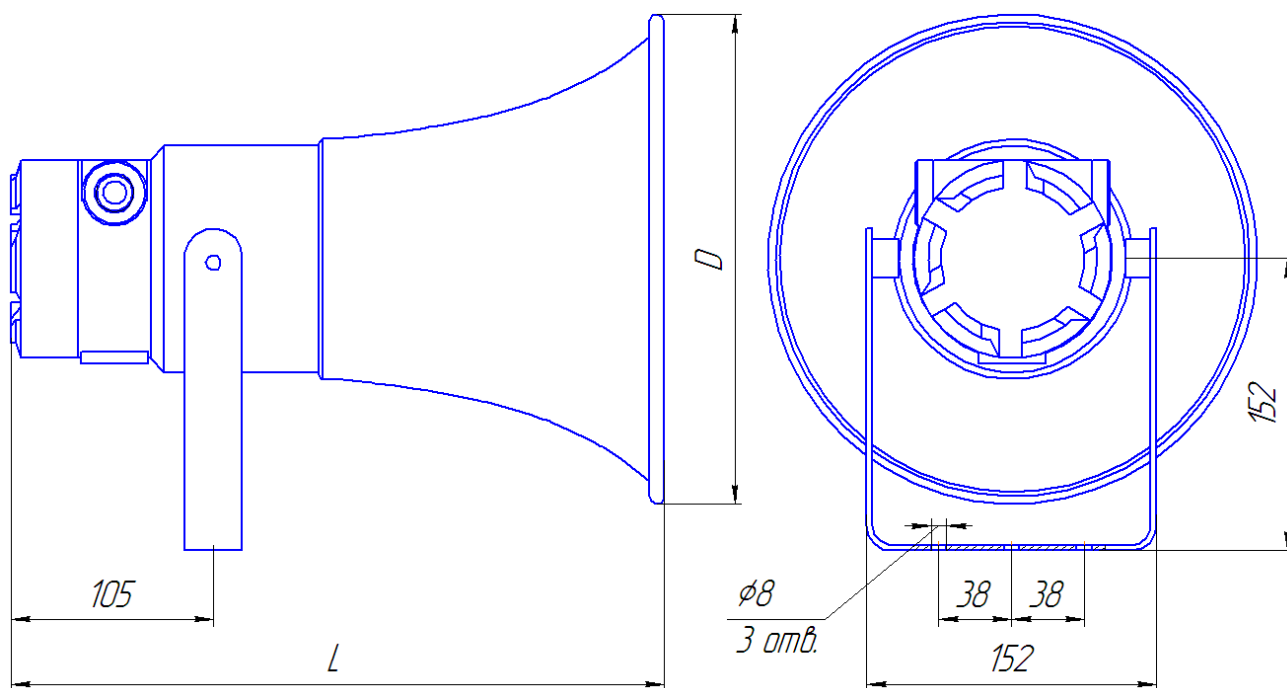

Рис. 1 – Оповещатель
- определить место установки и разметить место крепления, рис. 1 в соответствии с утвержденным в установленном порядке проектом размещения;